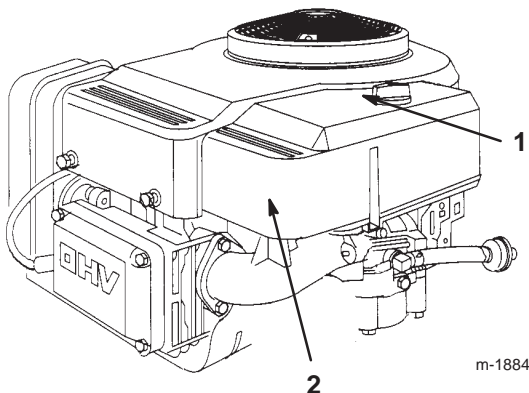

Bild 20
8. Schrauben Sie die Verschlusschraube los und entfernen Sie die Luftfilterabdeckung (Bild 20).
- Bringen Sie die Luftfilterabdeckung und Verschlusschraube an (Bild 20).